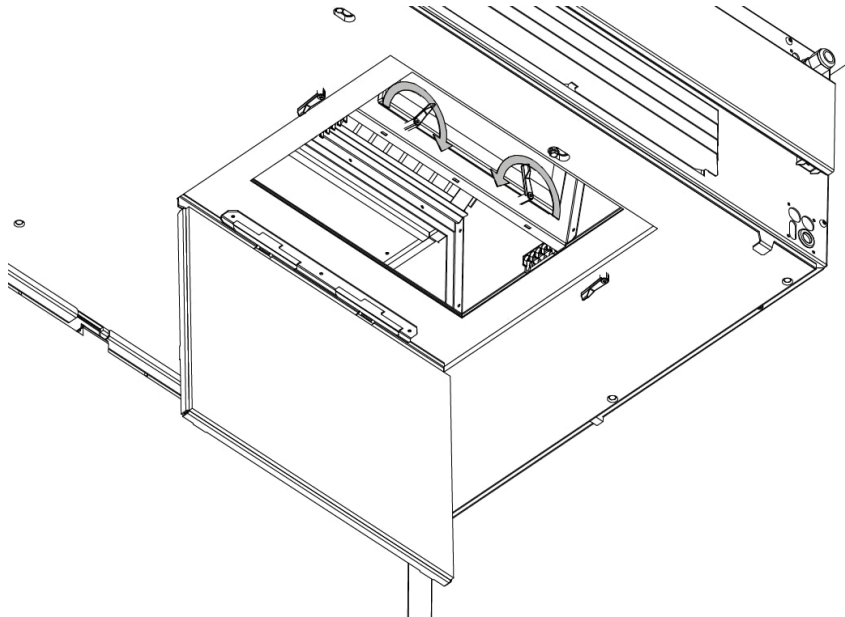

Afbeelding 8: De afdekking openen
1. Open de afdekking aan de rechterkant van de unit. Gebruik de meegeleverde sleutel van de afdekking. Zie Afbeelding 8 hieronder.